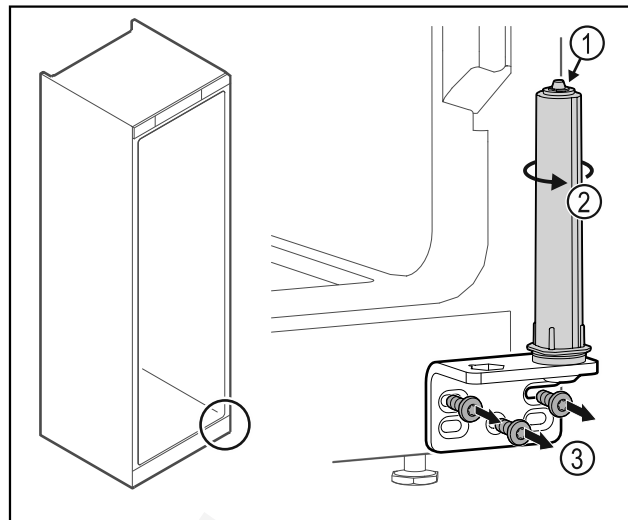

Fig. 21
- ▶ Ne szedje szét az ajtó zárrendszerét Fig. 21 (1).
- ▶ Forgassa el a zárrendszert Fig. 21 (2), amíg az be nem kattann.
- ▶ Csavarozza le a csuklópántot Fig. 21 (3).